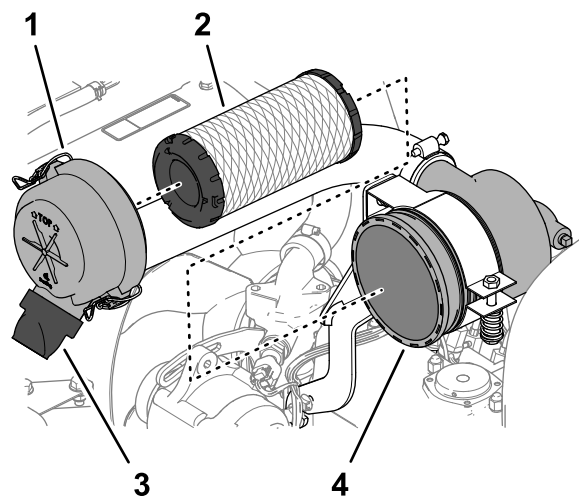

Figura 67
3. Rilasciate i dispositivi di fermo che fissano il coperchio del filtro dell'aria al corpo del filtro (Figura 67).
6. Rimuovete la cartuccia del filtro (Figura 67).
7. Rimuovete la valvola di uscita in gomma (Figura 67) dalla porta di espulsione della morchia del coperchio del filtro dell'aria.